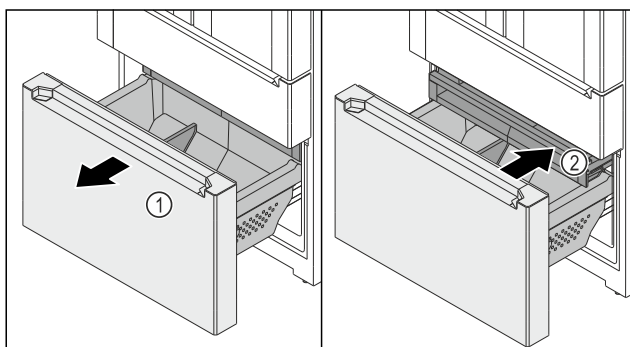

Fig. 143
- Витягніть висувний візок Fig. 143 (1) до упору.
- Висувний ящик Fig. 143 (2) автоматично витягнуто.
- Всуňte висувний ящик Fig. 143 (2).